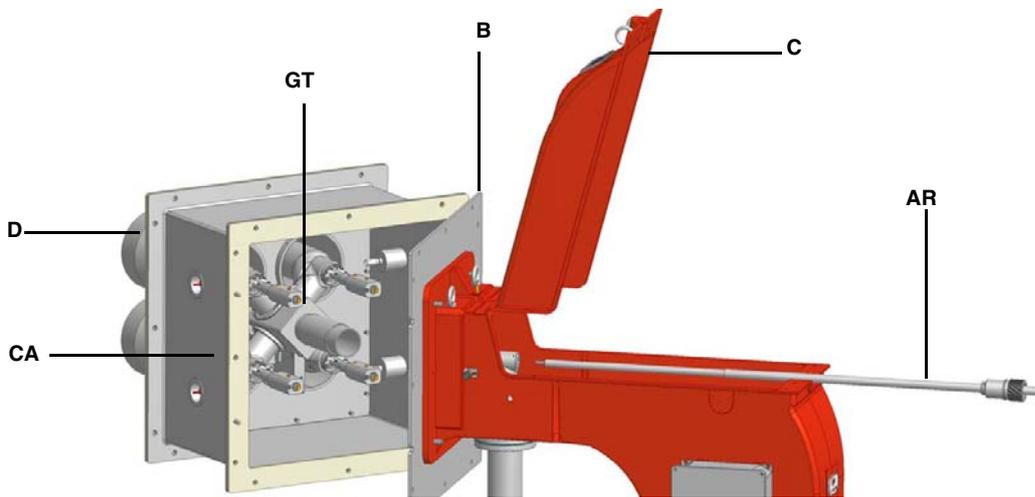

Рис. 24
- Демонтировать, проверить и почистить головку сгорания (Рис. 24 );